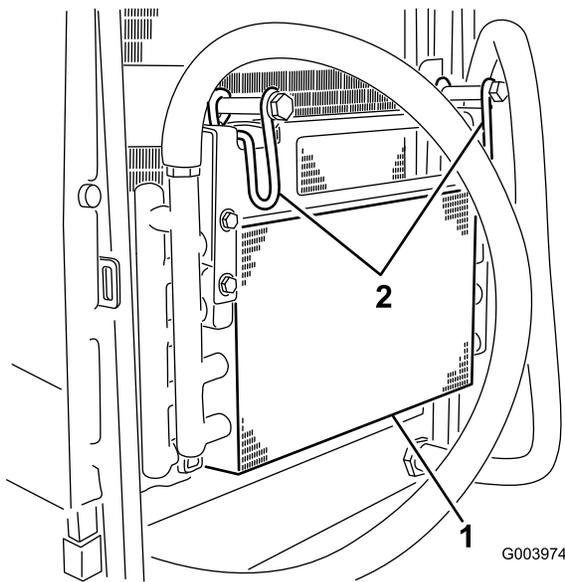

Рисунок 62
5. Поверните защелки внутрь, чтобы освободить маслоохладитель (Рисунок 62).